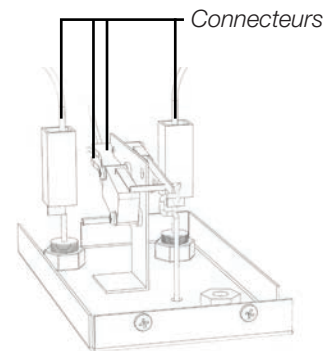

Fig. 1.1
2. Débrancher les connecteurs du couvercle (fig. 1.1) et des valves (fig. 1.2).
2. Débrancher les connecteurs du couvercle (voir section 8.3, fig. 1.1) et de la sonde.